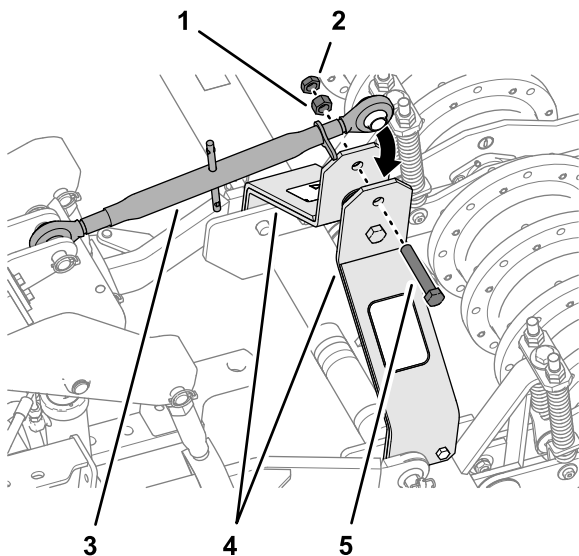

図 18
6. 3点リンクのもう一方の端部をエアレータの昇降アームに取り付ける 図 18 ボルト $\frac{3}{4}$ x 4"、ナット $\frac{3}{4}$ "、ジャムナット $\frac{3}{4}$ "を使用する。